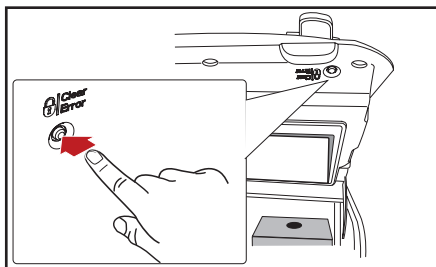

Fig. 4.7 - Bouton LOCK/Clear-Error
2. Appuyez sur le bouton LOCK/Clear-Error pour bloquer la distribution des boissons (fig. 4.7).